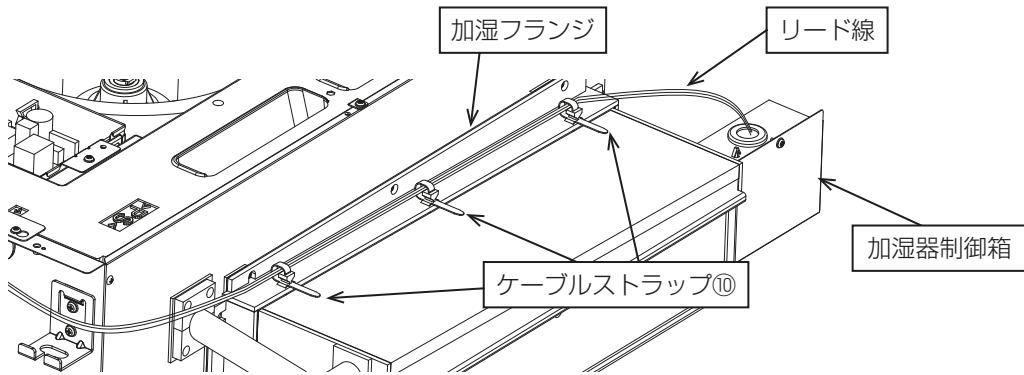

図22
- 1) 付属のケーブルストラップ⑩を加湿器フランジの穴に挿入し、加湿器制御箱から出ているリード線を通します（図22）。